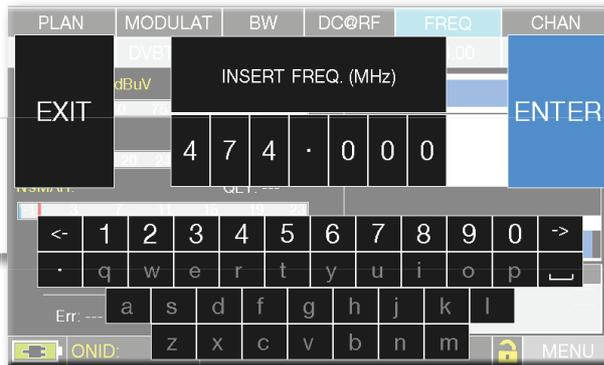

fig. 4
- Appuyer sur la molette pour confirmer (fig. 4)
- Tourner la molette pour sélectionner "ENTREE" (fig. 4)